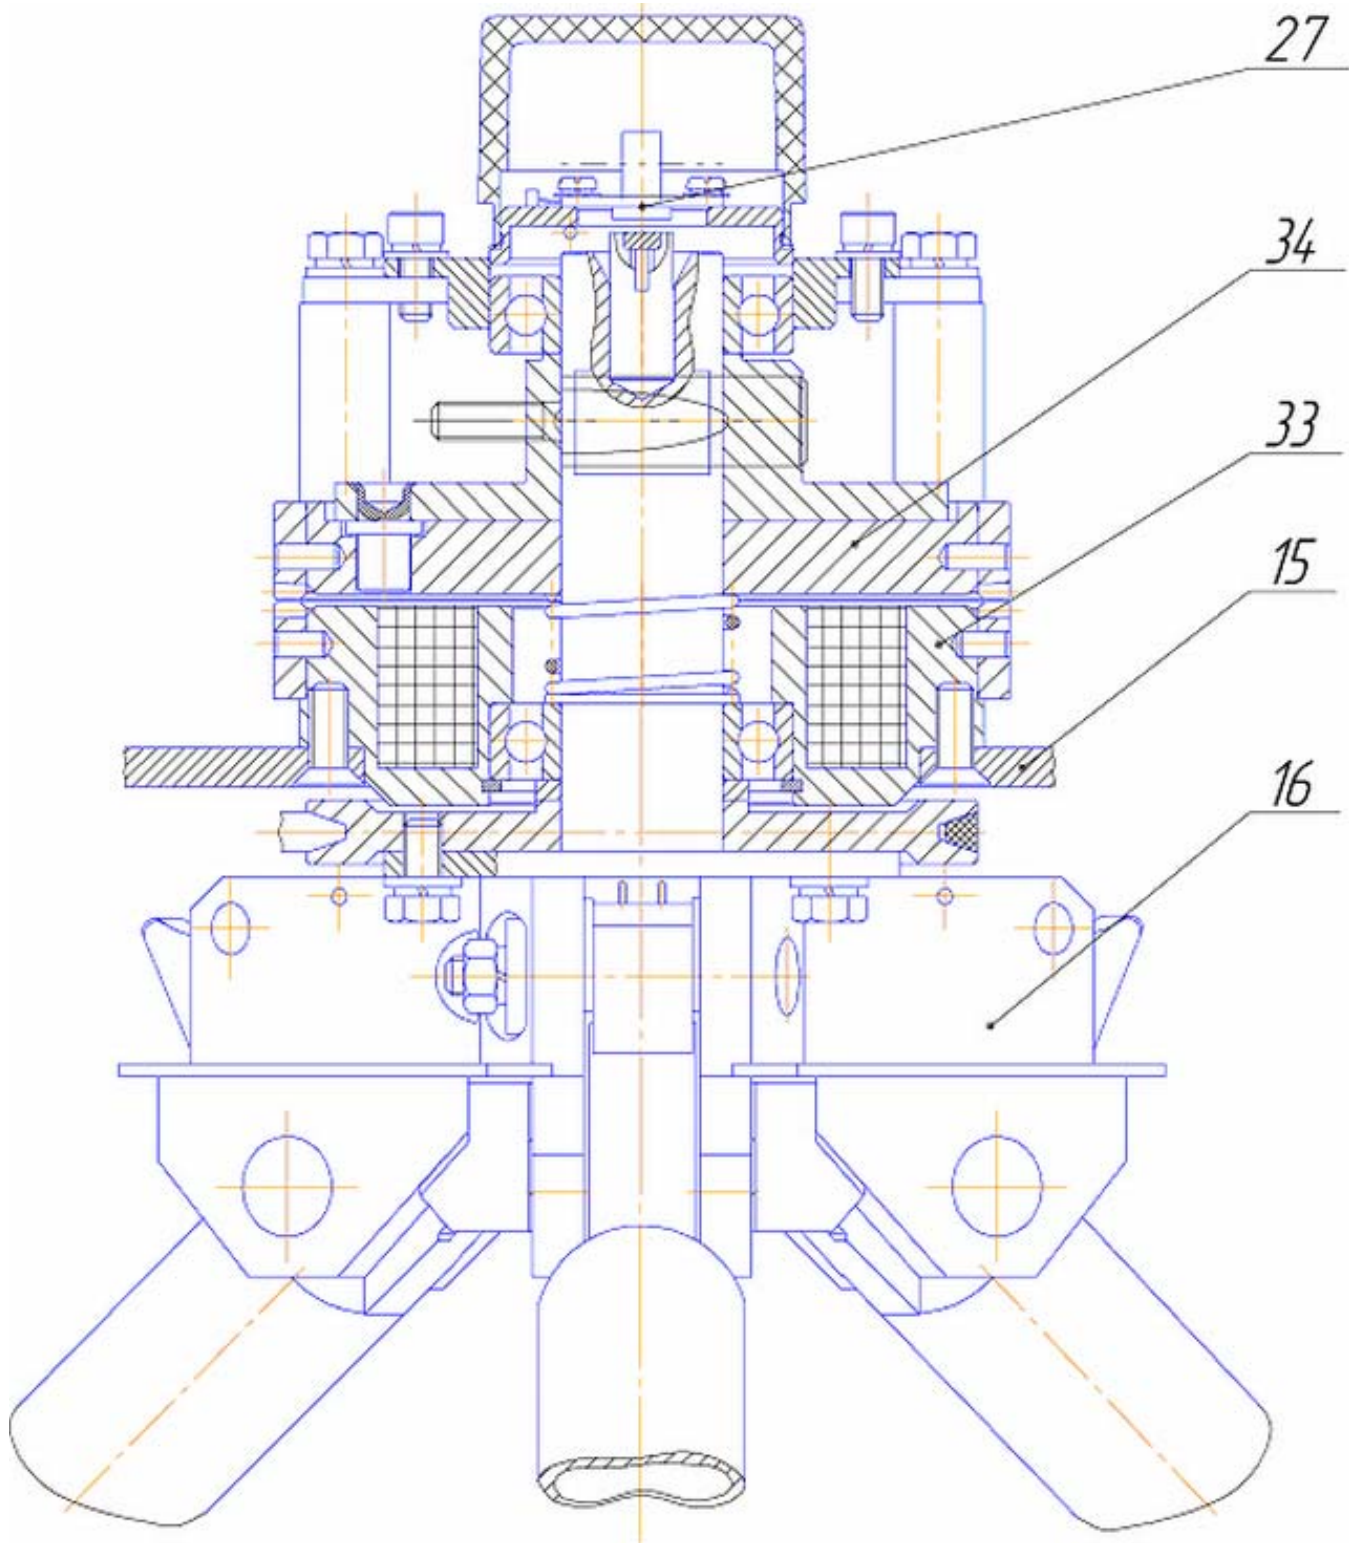

Рис.3
Механизм блокирования представляет собой зубчатую электромагнитную муфту, состоящую из двух полумуфт (см. рис.3). Нижняя полумуфта (33), состоящая из корпуса с электромагнитом и зубчатого венца, установлена на основании. Верхняя полумуфта (34), представляющая собой якорь с закрепленным на нем зубчатым венцом, жестко связана с выходным валом привода. При отключенном электромагните зубчатые венцы расцеплены с помощью пружины и не препятствуют вращению трипода. При включении электромагнита якорь притягивается, зубчатые венцы смыкаются и блокируют вращение выходного вала (а следовательно и трипода).